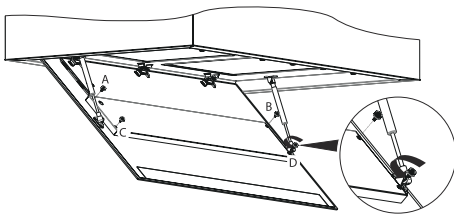

Abb. 30
1. Öffnen Sie das Seitenabsaugglas (Abb. 30).
2. Nehmen Sie die Schrauben an der A,B,C,D Punkten über dem seitlichen Ansaugglas ab (Abb. 30).